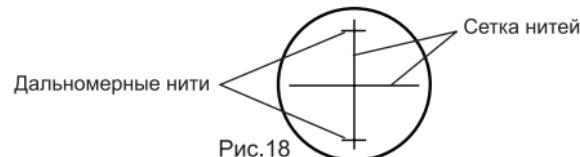

Рис.18
1) Наведитесь на рейку и посчитайте количество сантиметровых делений  $\vartheta$  между двумя дальномерными нитями. (Рис.18)